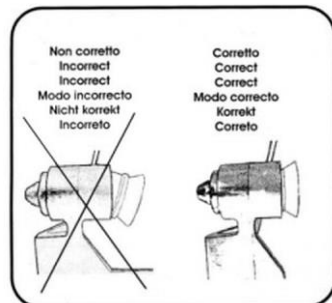

Рис. 15
16. Втиснуть уплотнение всасывающей насадки глубоко в спиральную головку. Убедиться, что уплотнение насадки помещено правильным образом, как показано на рис. 15.